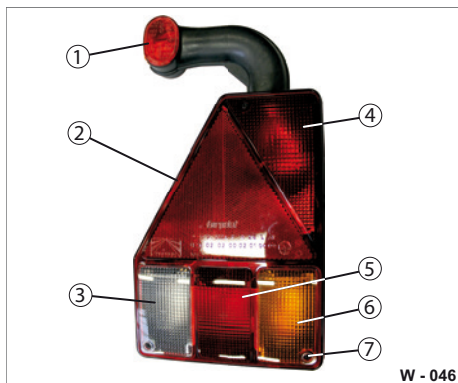

Abb. 46 Komponenten der Heckleuchte
- ▶ Schrauben Sie die 3 Befestigungsschrauben (Abb. 46/7) ab.
- ▶ Entfernen Sie die äußere Lichtscheibe (Abb. 46/2). Legen Sie diese sicher ab.
- ▶ Schrauben Sie die Befestigungsschrauben (Abb. 46/7) an. Ziehen Sie die Schrauben mit max. 1,5 Nm Anziehdrehmoment an. Eine gesprungene Lichtscheibe muss erneuert werden!